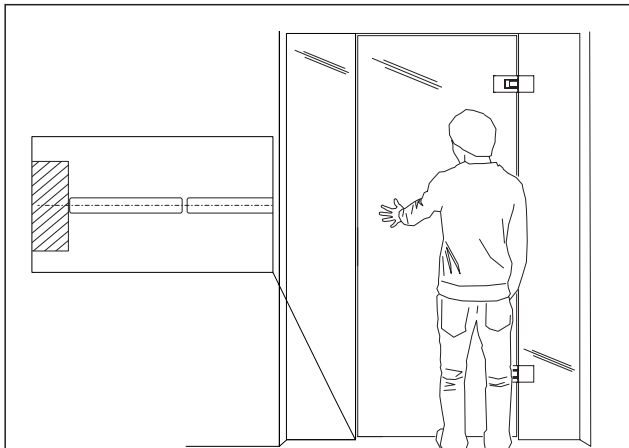

Fig. 34 Ideale Nulllage vom Glastürflügel zum Seitenteil
2. Den Glastürflügel in die ideale Nulllage bringen (Abb. 34).